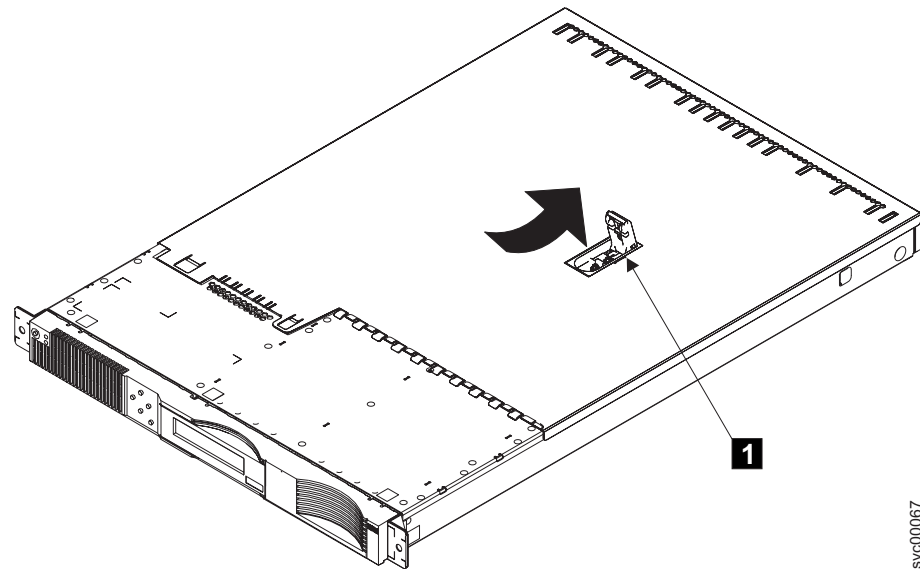

図 71. 上部カバーの取り付け
1. レバー **1** が完全に持ち上げられていることを確認します。図 71 を参照してください。